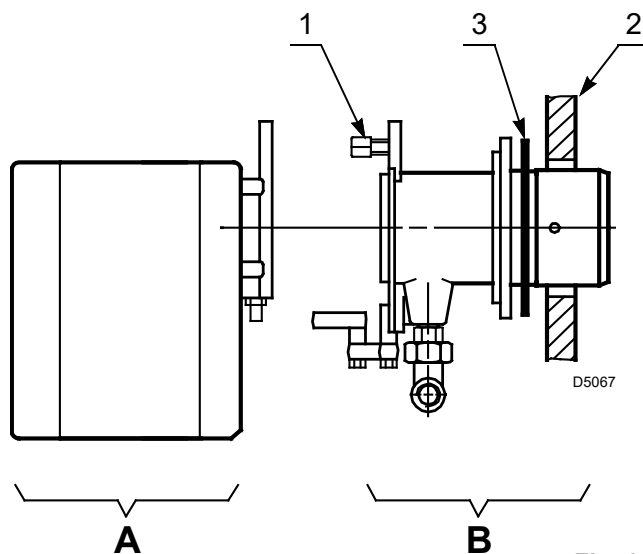

Fig. 13
- Séparer la tête de combustion du reste du brûleur en enlevant l'écrou 1) et en désolidarisant le groupe A)(Fig. 13).
- Fixer le groupe B)(Fig. 13) à la plaque 2) de la chaudière en intercalant l'écran isolant 3) fourni.